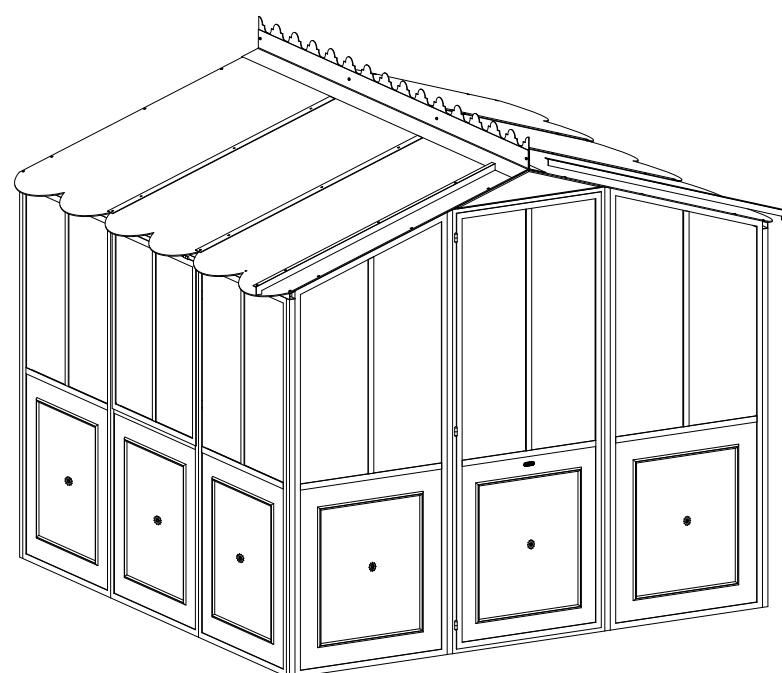

fig. 46
- I** Posizionare i profili ad "L" di rifinitura (si riconoscono perché tagliati obliquamente) come da fig. 46 (cod. KITSTRAU) sui quattro lati della struttura. Fissare un profilo alla volta con le apposite viti tenendo presente che insieme alle rifiniture andranno inseriti i profili ad "L" per il bloccaggio superiore degli schermi di polycarbonato dei pannelli frontali (cod. PSFRDX o PSFRSX - si riconoscono perché inclinati nella parte superiore del telaio) come in fig. 47.
- GB** Position the finishing "L" profiles (identifiable by the oblique cut) as shown in fig. 46 (code KITSTRAU) on the four sides of the structure. Fix one profile at a time with the screws provided, keeping in mind that, together with the finishing pieces, the "L" profiles will be inserted to clamp the upper part of the polycarbonate screens to the front panels (codes PSFRDX or PSFRSX - identifiable because the upper part of the frame is sloped) as shown in fig. 47.
- F** Positionner les profils en "L" de finition (ils se reconnaissent à leur coupe oblique) comme indiqué en fig. 46 (cod. KITSTRAU) sur 4 côtés de la structure. Fixer un profil à la fois avec les vis en tenant compte du fait qu'avec les finitions il sera inséré les profils en "L" pour le blocage supérieur des écrans en polycarbonate des panneaux frontaux (cod. PSFRDX ou PSFRSX - reconnaissables car inclinés dans la partie supérieure du châssis) (fig. 47).
- E** Emplazar los perfiles en "L" de decoración (su corte es oblicuo) como se indica en la fig. 46 (cód. KITSTRAU) sobre los cuatro laterales de la estructura. Atornillar un perfil a la vez teniendo en cuenta que, junto a los perfiles de decoración, se deben introducir los perfiles en "L" que bloquean la parte superior de las pantallas de polycarbonato de los paneles frontales (cód. PSFRDX o PSFRSX, inclinados en la parte superior del bastidor) como se indica en la fig. 47.
- D** Die "L"-Profile (daran zu erkennen, dass sie schräg abgeschnitten sind) wie auf Abb. 46 dargestellt (Art. KITSTRAU) auf den vier Seiten der Struktur positionieren. Ein Profil nach dem anderen mit den dafür vorgesehenen Schrauben befestigen. Zusammen mit den Abschlüssen werden die "L"-Profile eingesetzt, um die Polycarbonatscheiben der vorderen Platten (Art. PSFRDX oder PSFRSX - (an der schrägen Oberseite des Rahmens zu erkennen) wie auf Abb. 47 dargestellt oben zu blockieren (Abb. 47).